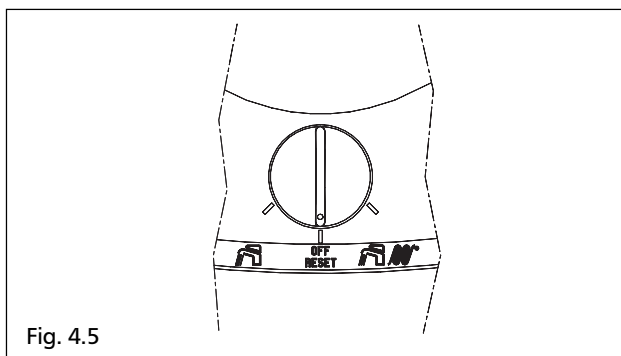

Fig. 4.5
- Drej driftvælgeren på OFF/RESET. Indstil derefter vælgeren på den ønskede position (fig. 4.5).